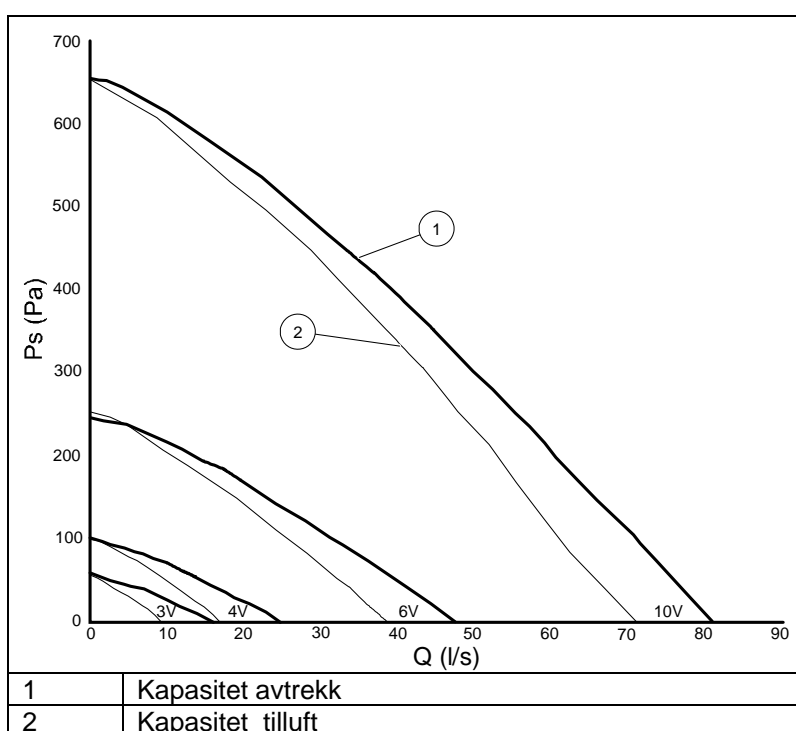

Fig. 15
1. Luftmengde ved normal og minimum viftehastighet stilles inn vha. potensiometer i kjøkkenheten (se "Montasje, bruks- og vedlikeholdsanvisning" for kjøkkenheten) alt. hastighetsregulatorens bakside (fig. 12), (benytt passende skrujern). Ved å vri på potensiometeret, oppnås ulike styrespenninger til viften(e) (se tabell 1). Fig. 15 viser sammenhengen mellom luftmengde og innstilling, samt kapasitetskurver for tilluft og avtrekk.